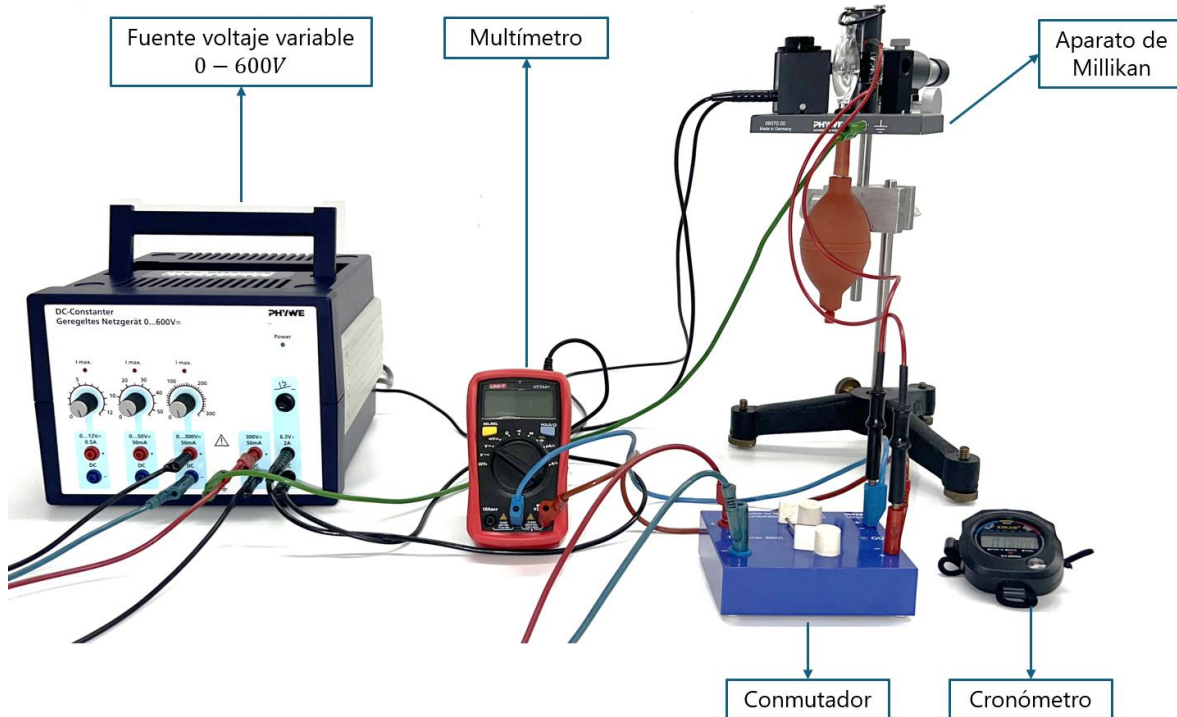
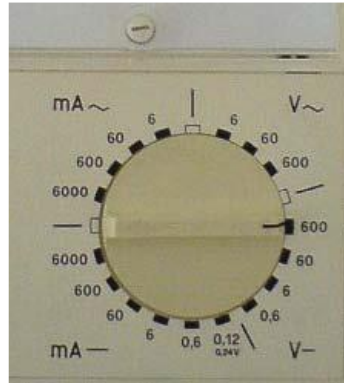

Fig. 1. Montaje detallado empleado en la práctica.
Fig. 3. Ajuste medición de voltaje multímetro.
- Seleccione el rango de medición de 600 V d.c. en el multímetro de rango múltiple, como se muestra en la Fig. 3. En este caso, se realiza en el multímetro que se muestra en el montaje de la Fig. 1.
- Mire a través del microscopio y sopla algunas gotas de aceite presionando el fuelle o soplador naranja del aparato de Millikan (Fig. 1) varias veces.